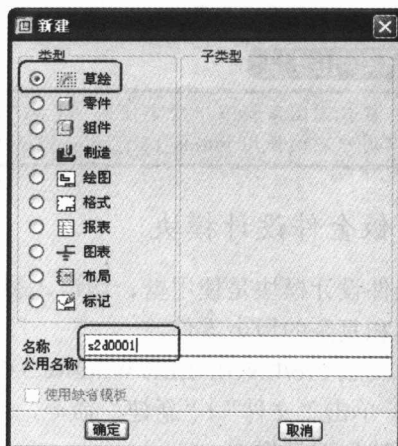

图 1-2 选中“草绘”单选按钮
(2) 在“类型”选项区中选中“草绘”单选按钮, 使用默认的 s2d0001 为文件名, 如图 1-2 所示。单击“确定”按钮, 即可进入草绘模式。